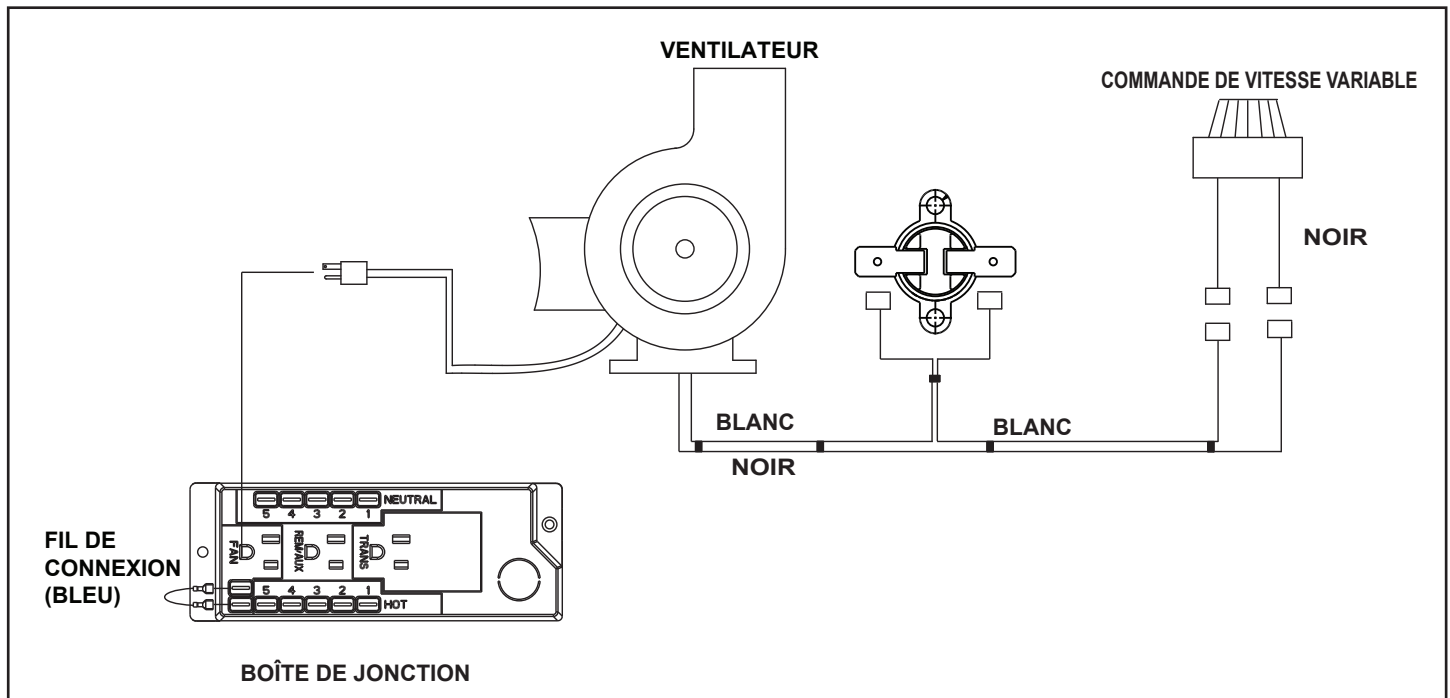

Figure 8.9 Schéma de câblage du ventilateur
- Installation du réglage de la vitesse (rhéostat). Le réglage de la vitesse se monte sur le coin arrière droit du bac de composants. Insérez la tige du réglage de la vitesse dans le trou du côté droit du couvercle. Utilisez l'écrou Pal et une clé de 11/16 po. pour l'attacher. Connectez les fils noir et blanc passant sous le poêle, tel qu'indiqué à la figure 8.9 (schéma de câblage) aux fils du réglage de la vitesse. Utilisez le fil de raccordement bleu fourni dans le sac de composants du poêle pour effectuer la connexion aux bornes de la boîte de jonction, comme illustré à la figure 8.9. Enfoncez le bouton de réglage de la vitesse sur la tige. Attachez les fils au moyen des attaches autobloquantes fournies pour éviter qu'ils ne gênent.
- Branchez le ventilateur dans la prise étiquetée « FAN » de la boîte de jonction. Voir la Figure 8.9. Le ventilateur de convection ne fonctionnera que si le poêle est assez chaud pour actionner le disque d'arrêt. Cela peut prendre jusqu'à 15 minutes, selon la température de la pièce. De même, le ventilateur de convection ne s'arrêtera que si le poêle est assez froid pour couper le disque d'arrêt.